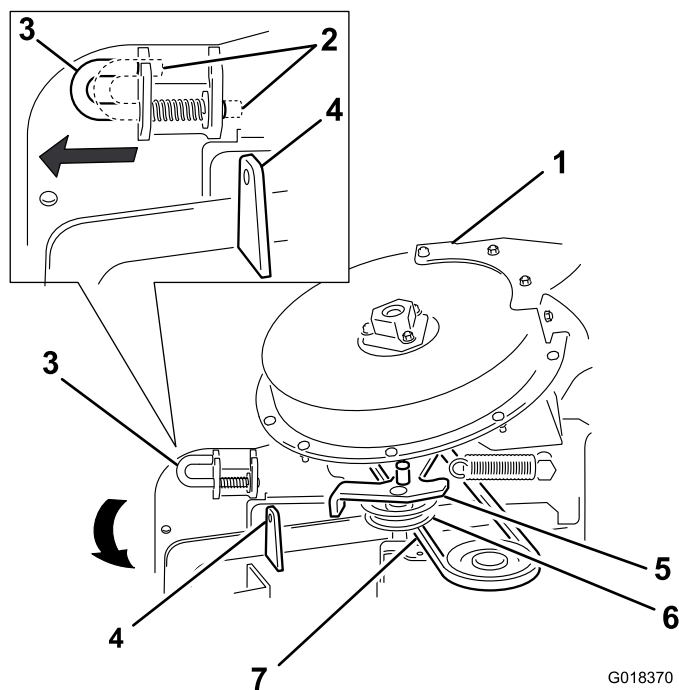

Figura 28
3. Spostate il perno di bloccaggio dalla posizione di blocco alla posizione di apertura (Figura 28).
4. Chiudete il gruppo del soffiatore e allineate il perno di bloccaggio con il foro sulla staffa della guida di carico (Figura 28).